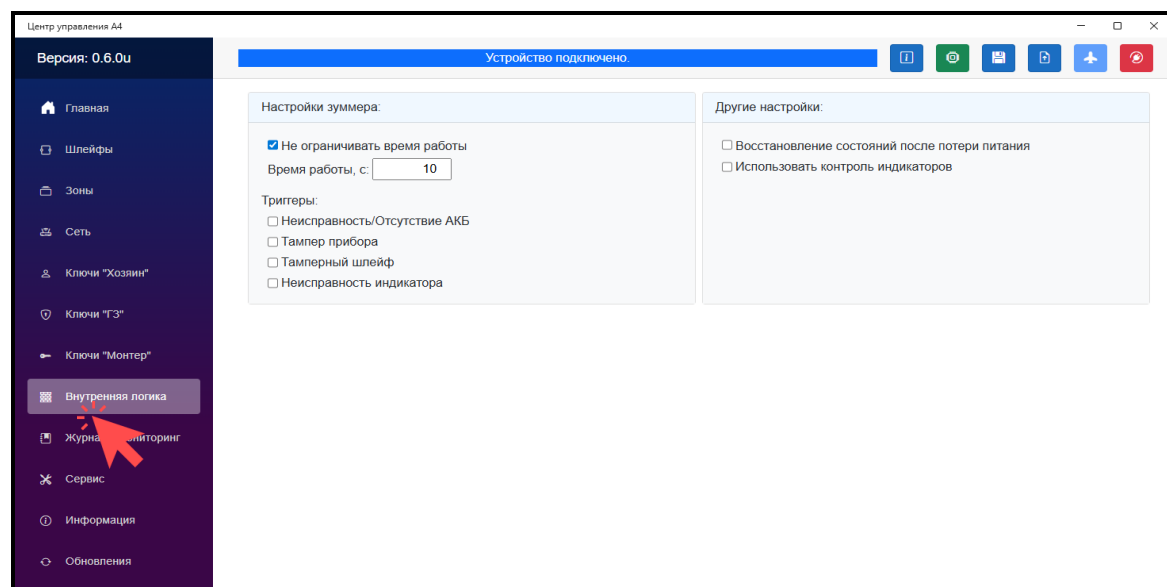

Рис. 24. Скриншот окна редактирования программной страницы «Внутренняя логика»
Для входа в программную страницу необходимо кликнуть на клавишу «Внутренняя логика», станут доступны для установки следующие дополнительные настройки функционирования устройств (см. рисунок 24):
4.7.1 Вкладка «Настройки зуммера» (см. рисунок 24)